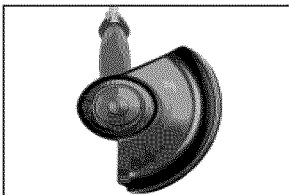

Figure 4 - Installation du protecteur de coupe sur la tête de l'outil
2. Installez le protecteur de coupe sur le boîtier de la bobine, en formant un angle. Appuyez sur le protecteur de coupe en enfonçant les languettes vers l'avant du protecteur. (voir la Figure 4). Laissez en arrière de la coupure de la garde dans l'endroit